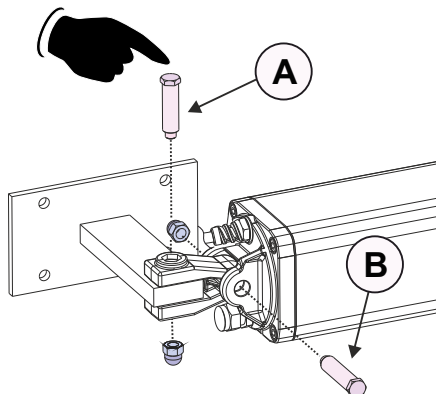

Fig. 18
- Posizionare la forcella oscillante dell'operatore sull'attacco posteriore precedentemente saldato - Fig. 18
- Inserire i perni di fissaggio, corto (A) e lungo (B), come in Fig. 18, utilizzando la sola pressione manuale
- Assicurare i perni di fissaggio con i dadi in dotazione - Fig. 18